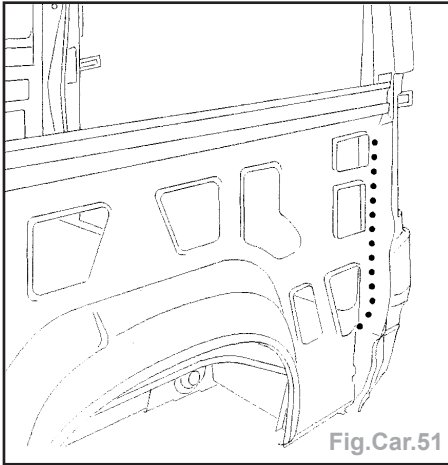

Fig.Car.51
- positionner la tôle et souder par points électriques (Fig.Car.51).